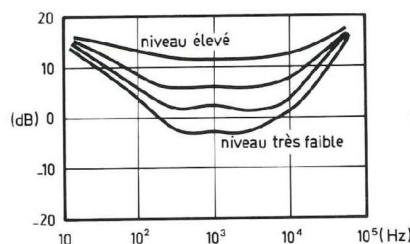

Fig. 5c : Loudness.
- Le correcteur physiologique (loudness, figure 5c) rehausse le grave de +6 dB à 100 Hz et l'aigu de +4 dB à 10 kHz pour les auditions de faibles puissances. S'il est bien réalisé, ses effets devraient disparaître progressivement avec l'accroissement du niveau sonore.